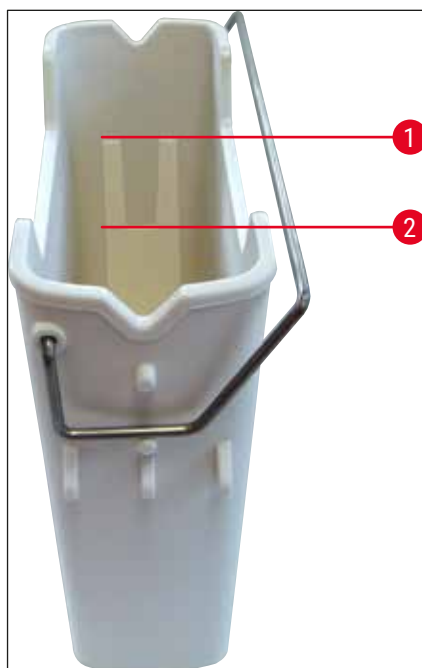

Fig. 67
4. Verificați ca nivelul de umplere să fie suficient (→ Fig. 67) și ca reactivul să nu fie murdar. În eventualitatea unei contaminări, xilenul va trebui înlocuit (→ P. 38 – 4.6.3 Pregătiți cuva de reactivi, umpleți-o și introduceți-o în sertarul de încărcare) , iar cuva pentru reactivi va trebui curățată înainte de reumplere.